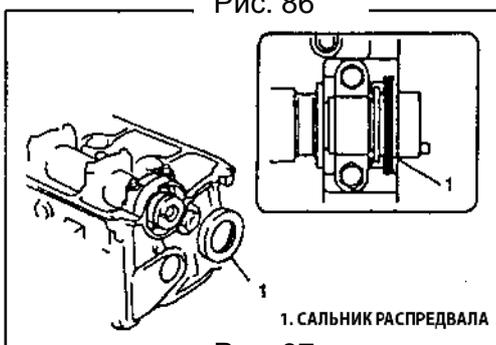

Рис. 87
9) Установите сальник распредвала (Рис. 87).